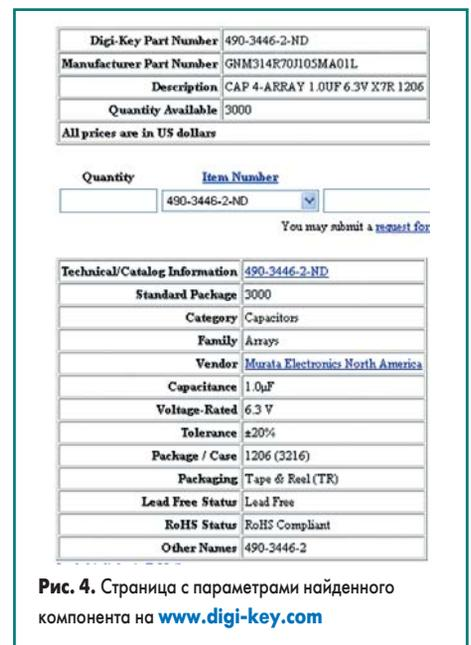

Рис. 4. Страница с параметрами найденного компонента на www.digi-key.com
5. Откроем один из сайтов каталожных поставщиков компонентов, например, www.digi-key.com, сделаем поиск конденсаторных сборок с параметрами Capacitors->Arrays->1.0 uF->X7R и выберем требуемую сборку конденсаторов, доступную на складе с минимальным или необходимым посадочным местом и удовлетворяющую другим существующим требованиям. Копированием из окна поиска (рис. 4) вводим в следующие ячейки значения: